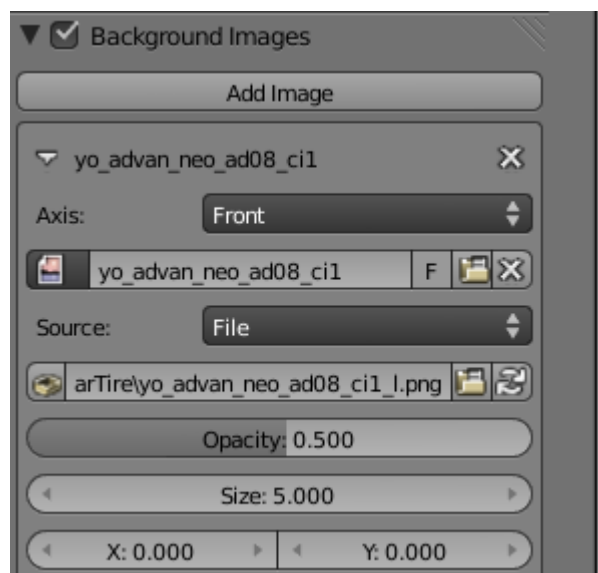

Figura 5.75
2. Selecciona a tabela Background Images. Active Background Images. Pressione Add Image, Not Set e Open. Selecciona o ficheiro com a imagem do rasto do pneu. No menu Axis selecciona Front, figura 5.75.